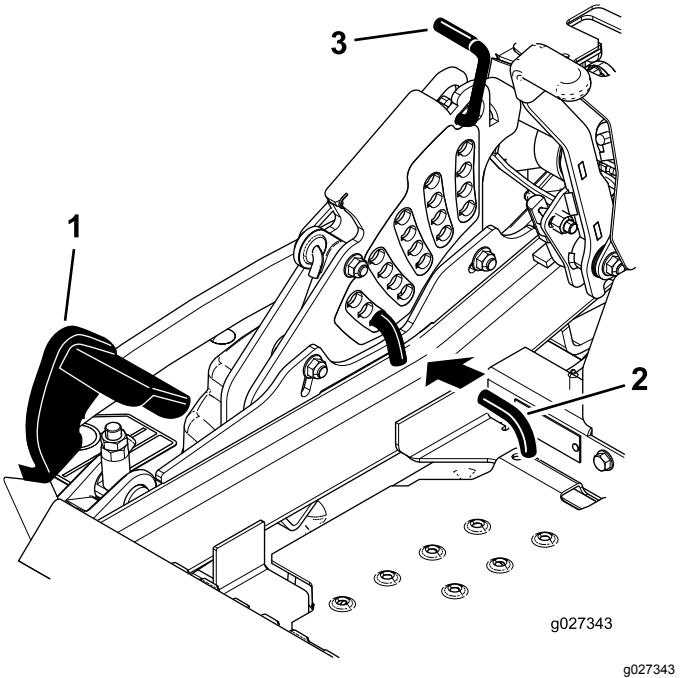

Figure 27
- Appuyez sur la pédale de levage du tablier avec le pied et levez le tablier en position de transport (qui est aussi la position de hauteur de coupe de 140 mm [5½ po]), comme montré à la Figure 27.
- Pour changer de hauteur de coupe, tournez la goupille de 90 degrés retirez-la du support de hauteur de coupe (Figure 27).
- Placez la goupille dans le trou du support correspondant à la hauteur de coupe voulue (Figure 27).